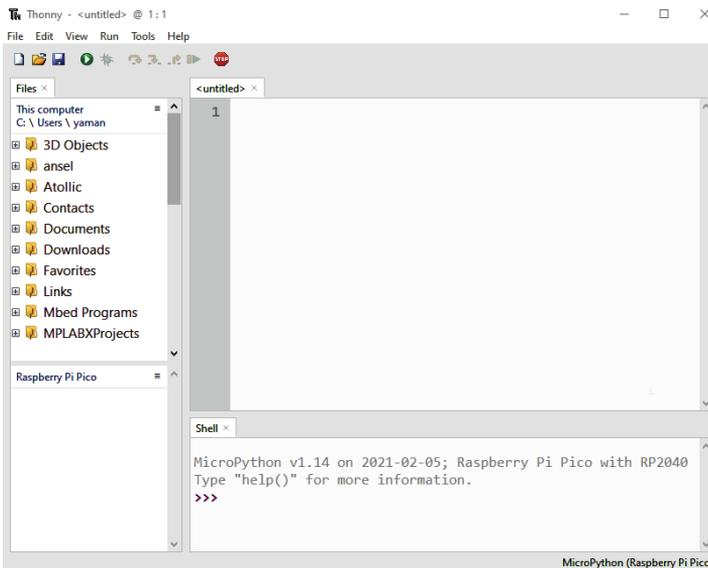

Рисунок 1.17. Thonny IDE
1. Запустите Thonny, и вы должны увидеть окно, как показано на рис. 1.17.